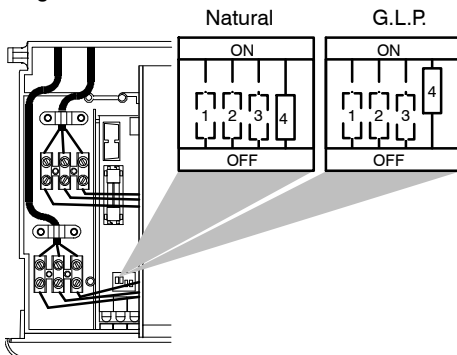

fig. 8.3
- 7 Colocar el micro selector "4" fig. 8.3 en ON para los gases Butano y Propano, en OFF para el gas Natural.